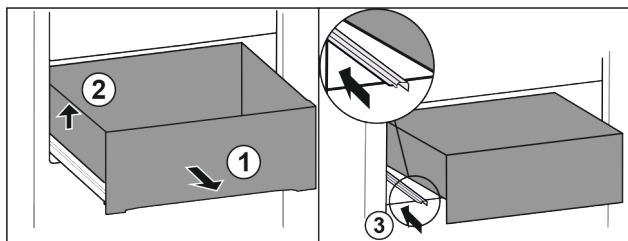

Fig. 95
- Vytáhněte zásuvku až na doraz. Fig. 95 (1)
- Nadzvedněte zásuvku vlevo. Fig. 95 (2)
- Zasuňte levou kolejničku. Fig. 95 (3)